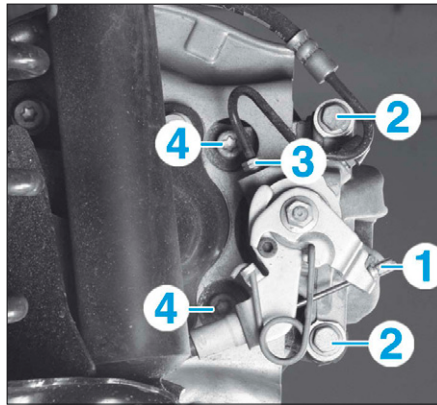

FIG. 9
- Désaccoupler le câble de frein de stationnement (1) de l'étrier (Fig.9).
- Déposer les vis de colonnettes (2).
- Désaccoupler le raccord (3).
- les vis (4),
- Déposer les vis (4) (Fig.9).